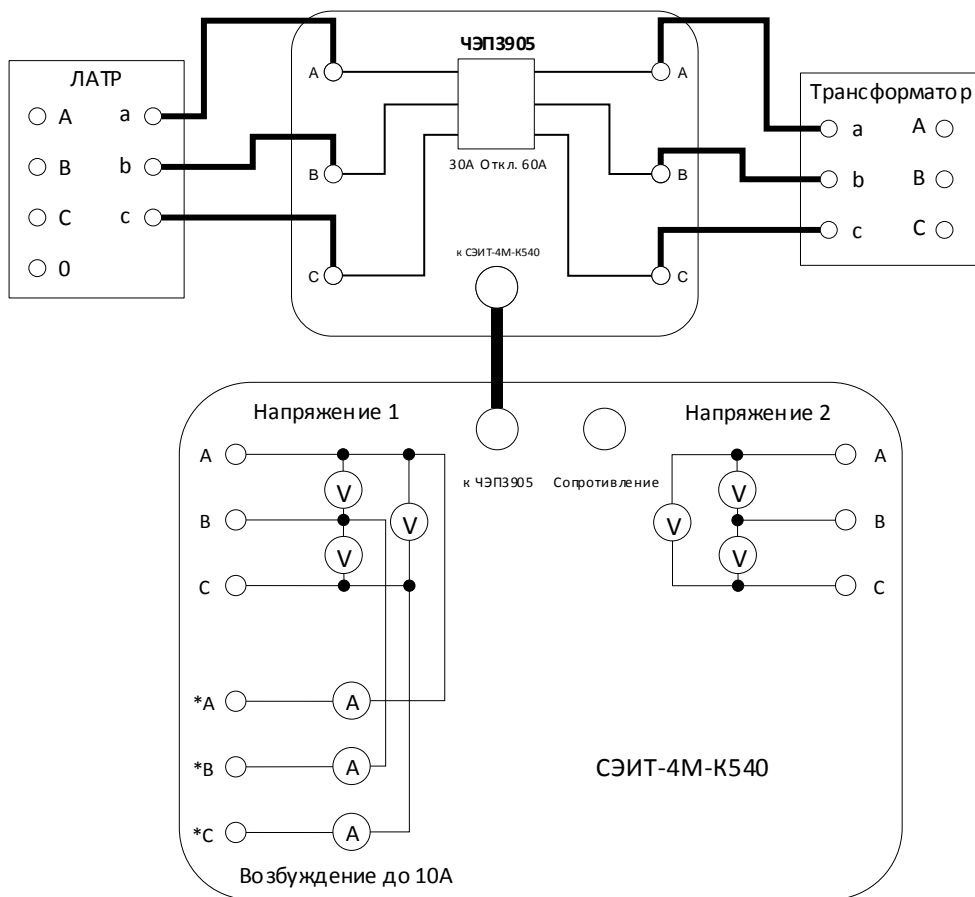

Рис. 11. Схема соединений для опыта холостого хода при номинальном напряжении с использованием БТТ.
5.3.1.2. При использовании БТТ собирается схема, представленная на рис. 11.